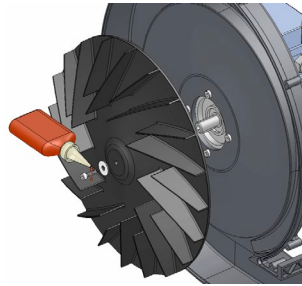

FIGURE 4
2. Fixer le rotor Ø 310 à l'arbre du moteur électrique avec la vis M5 TCEI UNI 5931 et la rondelle UNI 6593 (boulonnerie de série) ; serrer les vis au couple maximum de 8 Nm. Il est conseillé d'utiliser une bague d'arrêt filetée sur la vis pour un blocage plus efficace (Loctite 270 ou similaire) (FIGURE 4) ;